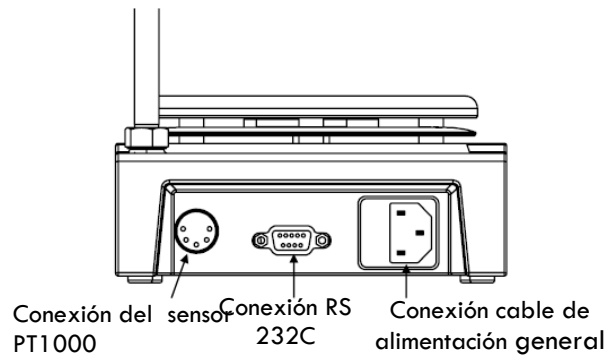

Figura 8
- Las funciones de las líneas de la interfaz entre el equipo de laboratorio y el PC se selecciona de entre las señales específicas en base a la norma EIA-RS232C, que se corresponde con la DIN66020 (Parte 1). La ubicación del conector se muestra en la figura 8.